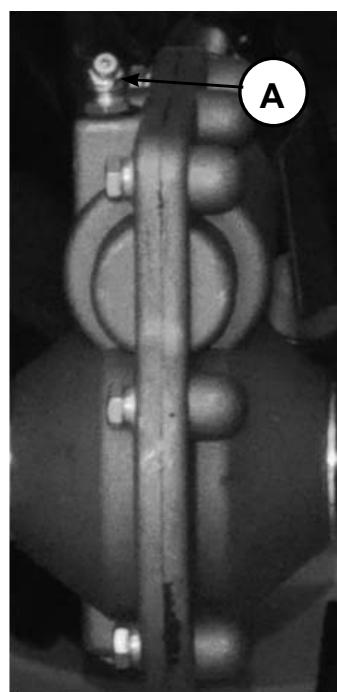

Рис.18
#### **ОБСЛУЖИВАНИЕ РЕДУКТОРА (РИС.18)**
- Ослабьте гайки крепления салазок (A), Рис. 18) и установите салазки (B) на необходимую высоту. Снова затяните гайки.